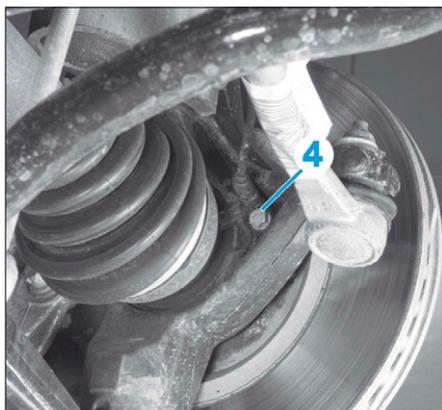

FIG. 36
- Déposer la vis (4) puis le capteur de roue (Fig.36).